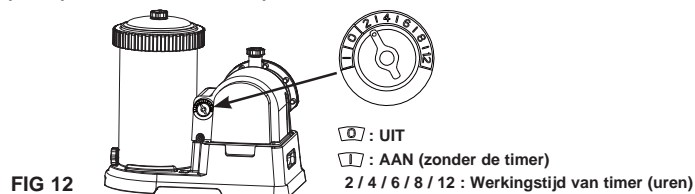

FIG 12
- A. Steek de stekker in het stopcontact en stel de timerknop in op het gewenste aantal werkingsuren. **Zie Fig. 12.** Zie "Draaiuren tabel" voor het gewenste aantal draaiuren in verhouding tot de afmeting van uw zwembad.